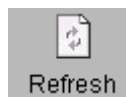

Рисунок 33: Кнопка «Refresh» (Обновить) на панели инструментов
1. В меню «View» (Вид) выберите команду «Refresh» (Обновить), или щелкните на кнопку «Refresh» (Обновить) на панели инструментов (смотрите рисунок 33). Если открытый каталог назначения является одновременно и каталогом, в который осуществляется сканирование, то экран автоматически обновляется.